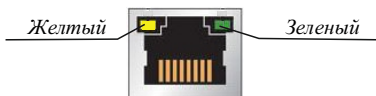

Рисунок 4
5.8 Для удобства пусконаладочных работ на разъемах R3-Link IN и R3-Link OUT размещены по два индикатора (рисунок 4). По их состоянию можно оценить состояние линии между двумя соседними приборами (таблицу 3).